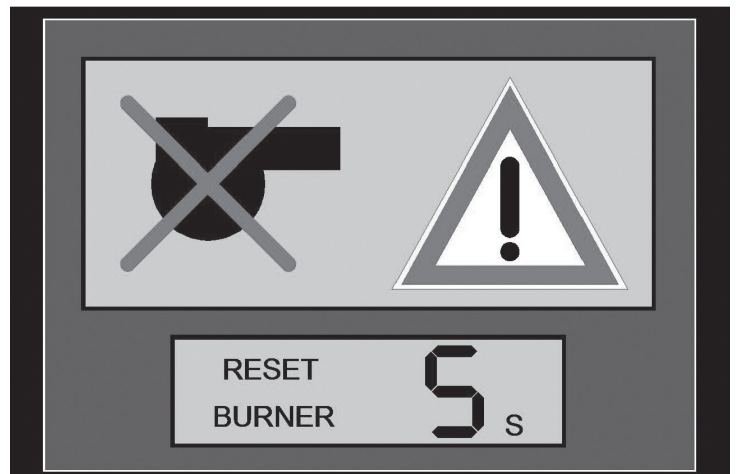

Figura 38
4. La pantalla cambiará a la que se muestra en la Figura 38.